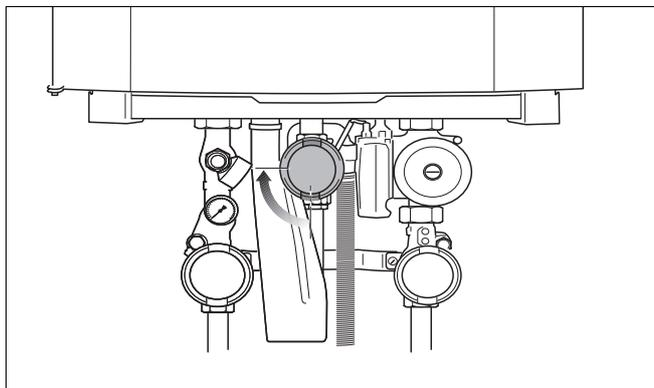

Fig. 74 Chiudere il rubinetto del gas
- Chiudere il rubinetto del gas (fig. 74).
- Quando non fuoriesce più aria, chiudere il rubinetto del gas (fig. 74).